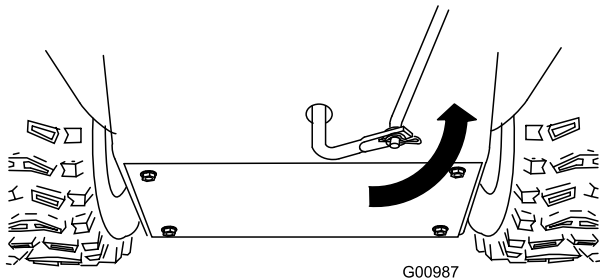

Bild 13
5. Drehen Sie den Unterlenkerarm ganz nach oben (nach links) (Bild 13).